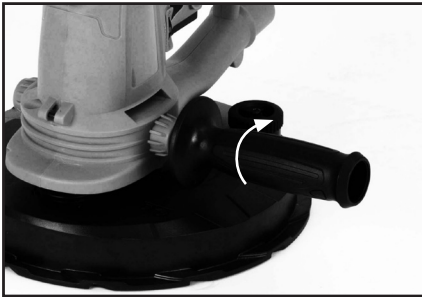

Fig. 1
- Attachez la poignée de maintien latérale à la machine en la vissant au bossage que vous préférez, sur la gauche ou sur la droite de la machine. **(Fig. 1)**